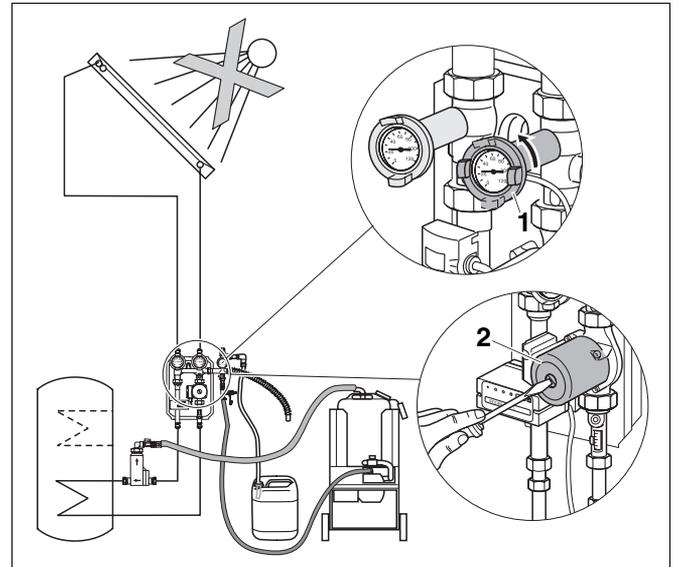

Abb. 24 Blauen Kugelhahn öffnen, Umwälzpumpe entlüften
- Öffnen Sie bei der Kompletstation den blauen Kugelhahn (Abb. 24, **Pos. 1**, solarer Rücklauf).
- Entlüften Sie die Umwälzpumpe (Abb. 24, **Pos. 2**) der Kompletstation über die Entlüftungsschraube.